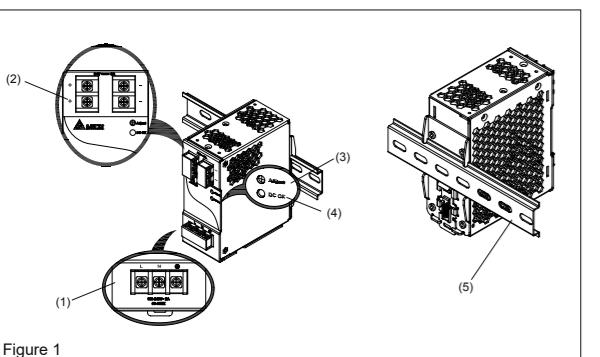

Figure 1
5.1. Anschluss der Eingangsklemmen (Abb. 1, Abb. 5)
5.2. Anschluss der Ausgangsklemmen (Abb. 1 (2))
Verwenden Sie die Schraubklemmen „+“ und „-“, um den 24Vdc-Anschluss herzustellen. Am Ausgang stehen 24Vdc zur Verfügung. Die Ausgangsspannung kann am Potentiometer zwischen 22 und 28Vdc eingestellt werden. Die grüne LED „DC OK“ zeigt die korrekte Funktion des Ausgangs an (Abb. 1 (4)). Das Gerät verfügt über einen Kurzschluss-, Überlast- und Überspannungsschutz, der auf 35Vdc begrenzt ist.
2. Device description (Fig. 1)